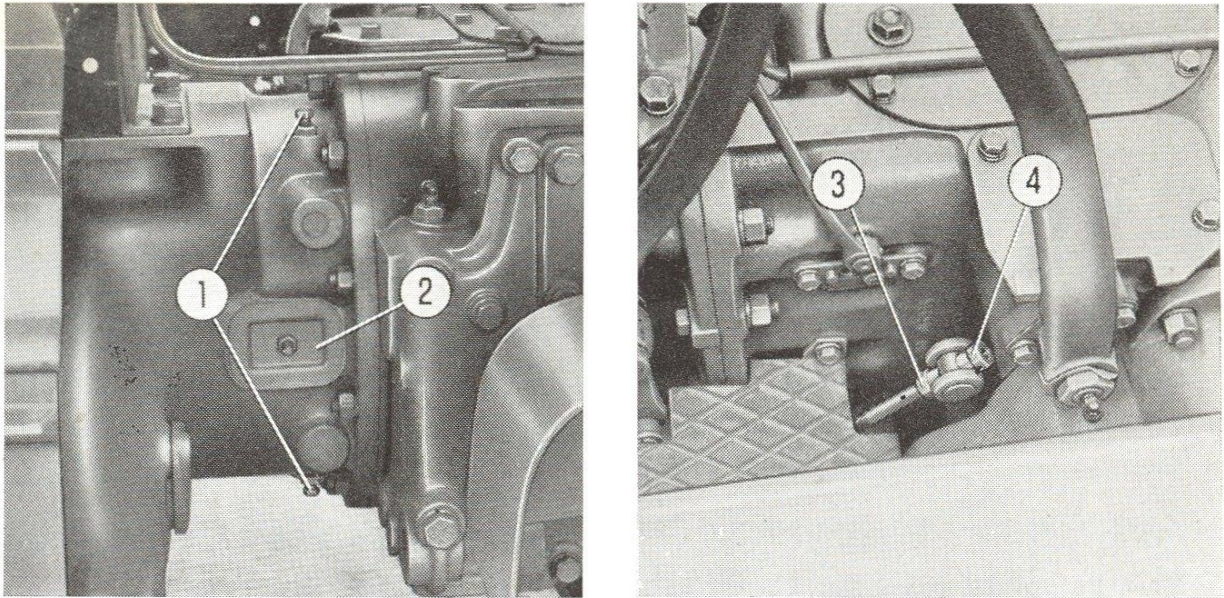

Fig. 12. - Réglage des freins (côté gauche).
**Réglage des freins** (opération n. 28 de la planche): la course correcte des pédales est de 4 à 5 cm, qui augmente suivant l'usure des rubans. Quand le réglage des freins est nécessaire effectuez pour chacun d'eux les opérations suivantes (voir fig. 12):